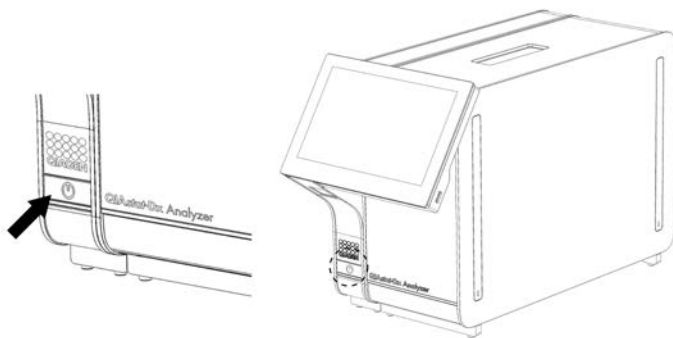

Abbildung 22: Drücken der On/Off- (Ein/Aus)-Taste, um das Gerät zu starten
1. Drücken Sie die On/Off- (Ein/Aus)-Taste an der Front des QIAstat-Dx Analyzer 1.0, um das Gerät zu starten (Abbildung 22).